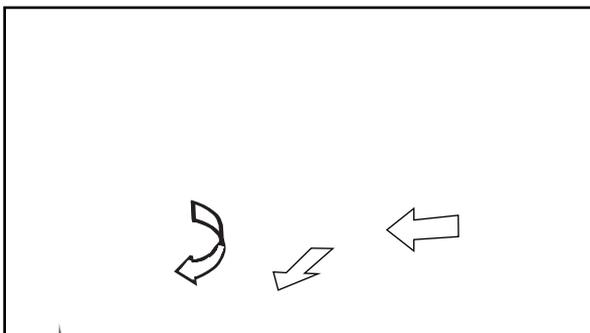

Abbildung 12.
12.2. Demontage des Türgriffs (Abb. 12)